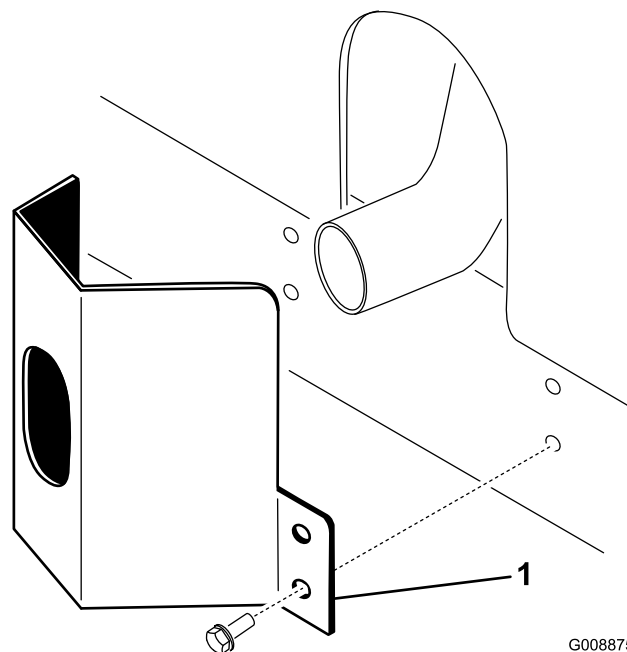

Figure 10
1. Placez la protection de l'échappement autour du silencieux et alignez les trous de montage avec ceux du cadre (Figure 10).
2. Fixez la protection de l'échappement au cadre à l'aide de 4 vis autotaraudeuses (Figure 10).